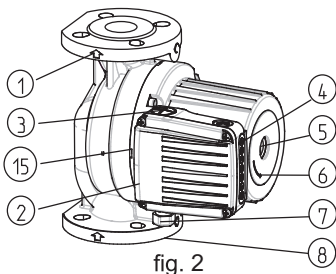

fig. 2
安装时注意泵壳上箭头方向为水流方向, 见(图. 2 POS. 1)。
泵体的隔绝层应一直做到泵体和电机之间连接缝处。隔绝层不能覆盖住冷凝水排放孔, 以便定子腔中的水可以排出。在加热系统中泵体覆盖隔绝层时也应使这些排放孔不要被覆盖(见图2/3中的15)。
请根据需求来调整泵的性能（扬程），同时必须移开上面的盖子(图2 – POS.2)。如需改变转速，请选择合适的档位（图4 第44页）来调整转速。
- 松开排气帽然后用螺丝刀(见图2 序号5)转动泵轴直到解除卡阻。